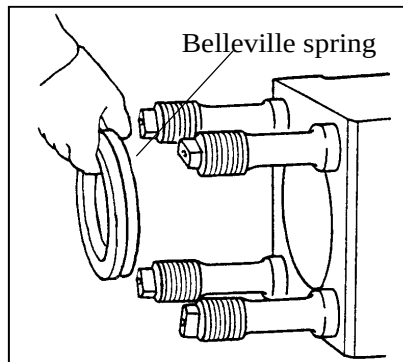

Fig.6
6. Verwijder de Belleville Spring. Zie Fig. 6.